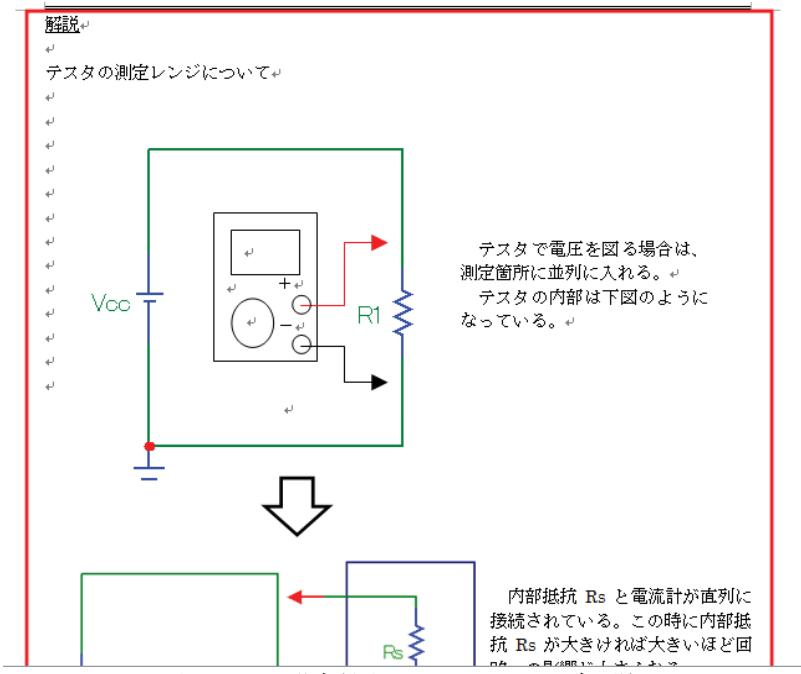

図 10 講師用テキストでの解説
- (1) 訓練生用テキストとの明示的な差を表すため解説部を赤枠、赤文字で示す。また、訓練生用テキストだけでは理解しがたい項目に追加で説明を施した。図 10, 11 が実際の講師用テキストでの解説内容である。